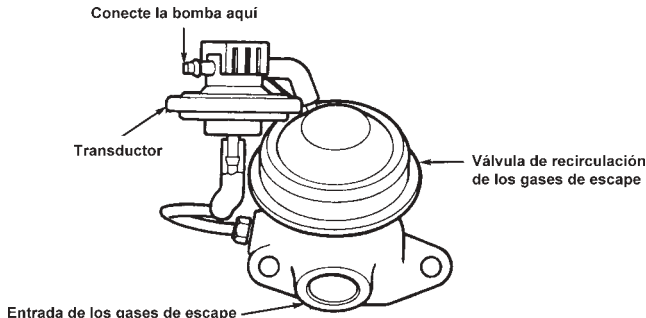

FIGURA 10: Pruebe con la bomba el suministro de vacío para la válvula transductora de contrapresión
- continuación observe las rpm del motor con un tacómetro y utilice la bomba para probar el suministro de vacío en la fuente del múltiple (FIGURA 10). Observe esta lectura.